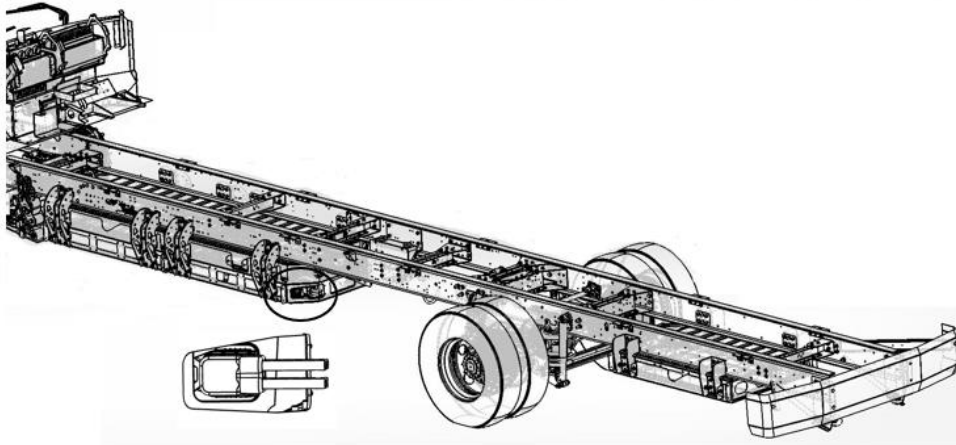

Figure 4 - Emplacement des connecteurs électrique
- Vérifiez le connecteur haute tension de chaque batterie afin de s'assurer qu'ils sont toujours bien en place (figure 4).